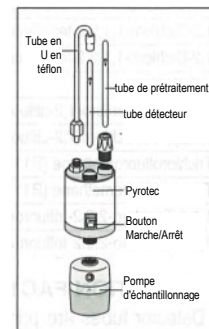

fig.1
5. Insérez le tube de façon sécurisée dans le système pyrolyseur Pyrotec de Gastec avec la flèche  du tube dirigée vers le système pyrolyseur Pyrotec de Gastec (fig.1).